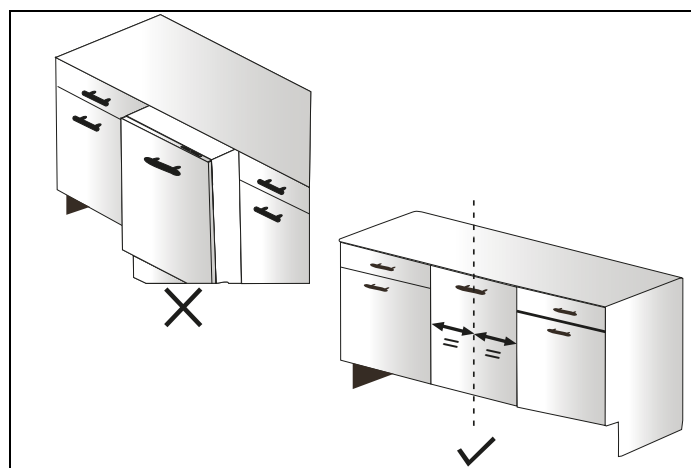

Fig. 32
11) Le lave-vaisselle doit être placé centré et correctement comme indiqué sur la Fig. 32 .